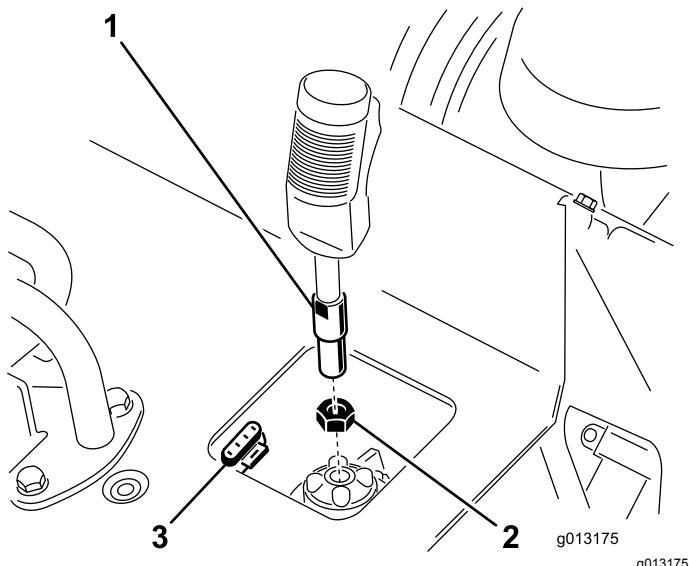

Figure 3
1. Dévissez l'écrou de blocage du levier de commande de la rogneuse de souches (Figure 3).
2. Vissez le levier de commande de la rogneuse sur son socle de fixation sur le panneau de commande (Figure 3).
3. La gâchette étant orientée vers l'avant, serrez l'écrou de blocage contre le socle pour fixer le levier en place (Figure 3).
4. Connectez le fil du levier au connecteur à 4 broches situé sous le panneau de commande (Figure 3).